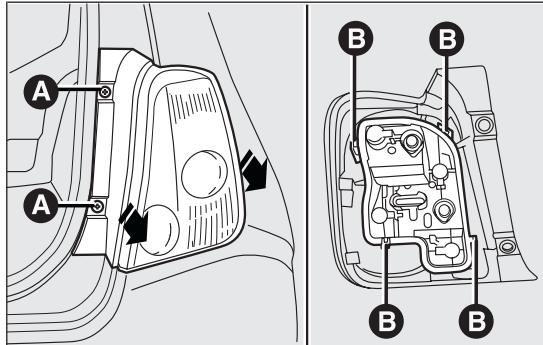

Abb. 115
- Die beiden Befestigungsschrauben A Abb. 115 lösen und die Scheinwerfergruppe axial herausziehen, ohne diese zu drehen;
- Den Lampensockel aus dem Sitz entfernen, nachdem man ihn von den Halteflügeln B Abb. 115 gelöst hat;